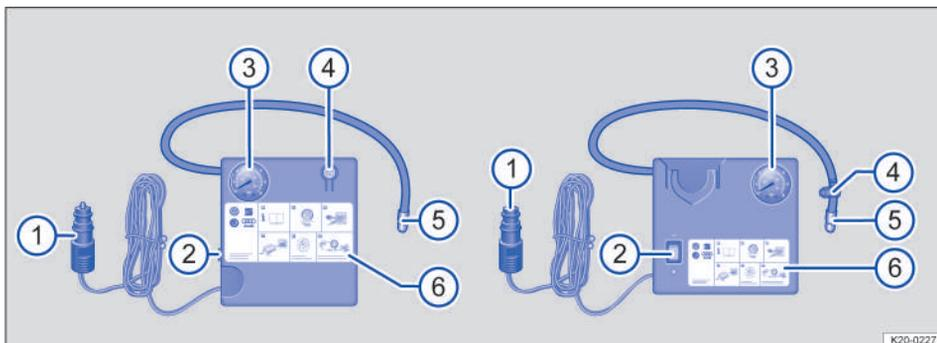

Fig. 212 Representación esquemática: compresor de aire del kit reparapinchazos.
1. Enrosque fijamente el tubo de inflado → fig. 212 ⑤ del compresor de aire en la válvula del neumático.
2. Compruebe que el tornillo de descarga de aire → fig. 212 ④ esté cerrado.
4. Acople el conector de 12 voltios → fig. 212 ① a una toma de corriente de 12 voltios del vehículo → pág. 142.
5. Encienda el compresor de aire con el conmutador de encendido y apagado → fig. 212 ②.
6. Deje el compresor en funcionamiento hasta alcanzar una presión de 2,0 a 2,5 bares (29-36 psi/200-250 kPa) → ⚠️. Tiempo de funcionamiento máximo: 6 minutos → ①.
2. Vuelva a enroscar el tubo de inflado → fig. 212 ⑤ y compruebe la presión del neumático en el indicador de la presión de los neumáticos → fig. 212 ③.